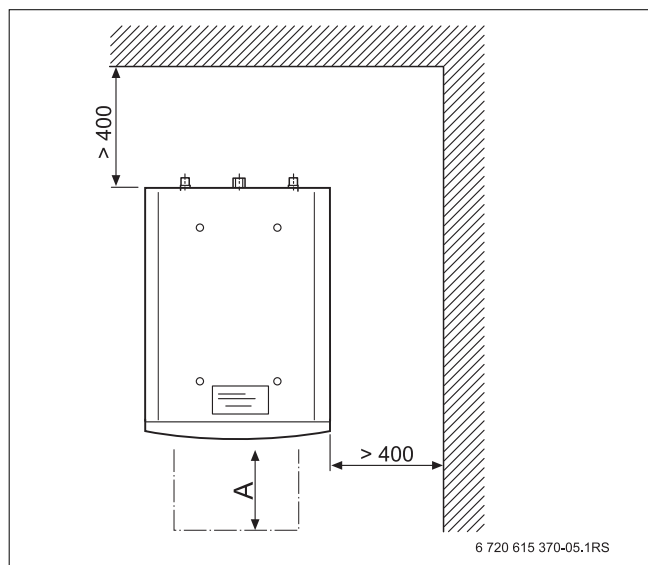

Bild 5 Mindest-Wandabstandsmaße (in mm)
Bei der Aufstellung des Warmwasserspeichers die Mindestabstände für Montage und Wartung berücksichtigen (→ Bild 5). Hierzu auch die Mindestmontageabstände des Heizkessels beachten.
- ▶ Mindest-Wandabstandsmaße einhalten (→ Bild 5).